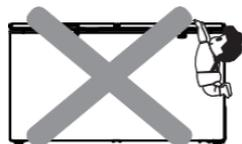

Fig. 8
• No permita que los niños se cuelguen del aparato o la puerta del mismo, pueden desajustarlas, afectar el selle de la puerta y generar un mal desempeño del equipo. Siempre que se encuentren niños cerca deben estar vigilados ya que podrían resultar heridos o dañar el aparato. Ver Fig. 8